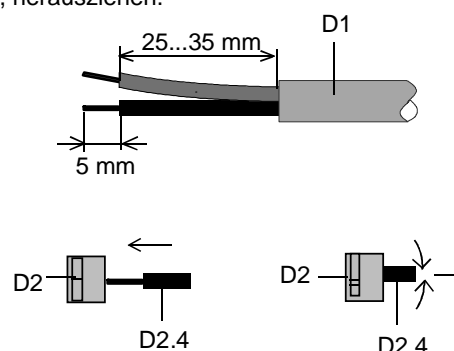

Bild 4: Anschließen/Abklemmen der Busleitungen
#### Anschließen der Busleitung (Bild 4)
- Den Mantel der abisolierten Busleitung (Bild 4) mit >3mm Überstand in den offenen Klemmschlitz (C4) drücken. Beim Anschluß einer zweiten Busleitung den geschlossenen Klemmschlitz mit einem Schraubendreher freibrechen und wie oben beschrieben in den Klemmschlitz drücken. Die Buseinzeladern in die Ver-
#### Abklemmen der Busleitung (Bild 4)